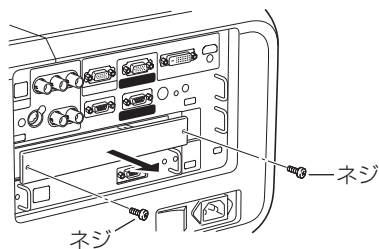

図1
- 1 交換する接続端子のネジ2本を外します。(図1)
- 2 接続端子をプロジェクター本体から引き出します。(図1)